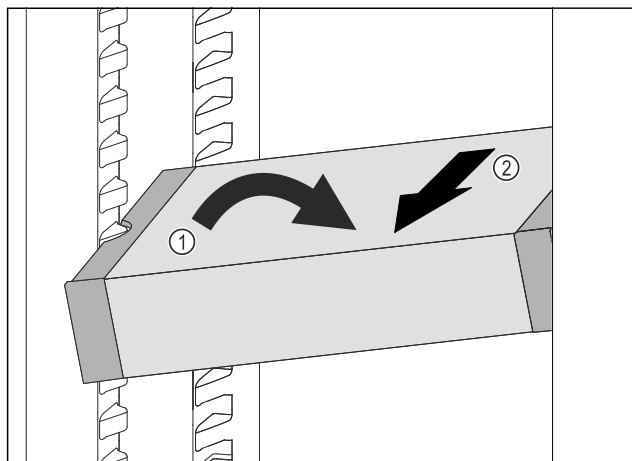

Fig. 151
- ▶ Állítsa ferde helyzetbe a VarioSafe-fiókot a hűtőrészben. Fig. 151 (1)
- ▶ Előrefelé vegye ki a VarioSafe-fiókot. Fig. 151 (2)